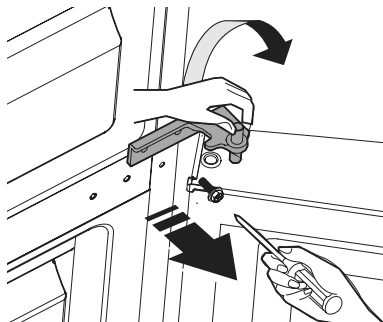

Figure 9
- 10 Retirez les deux vis de la charnière centrale et mettez la charnière de côté (voir figure 9).